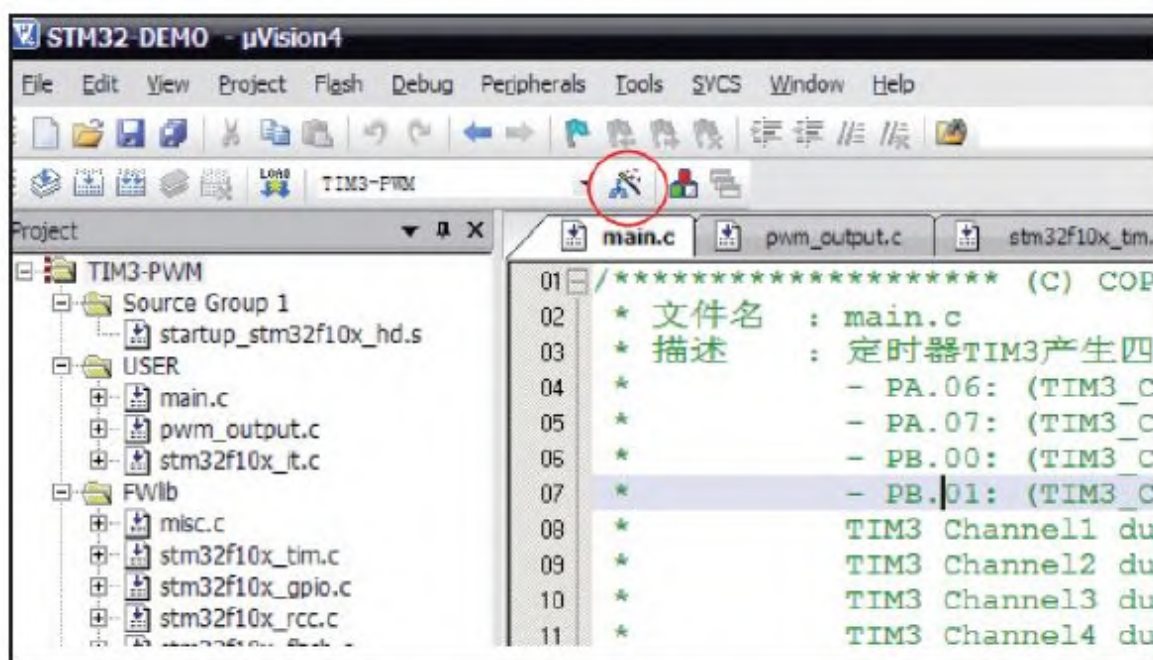

图 13-10 打开Target Option设置
- 1) 点击Target Options选项图标，见图13-10。